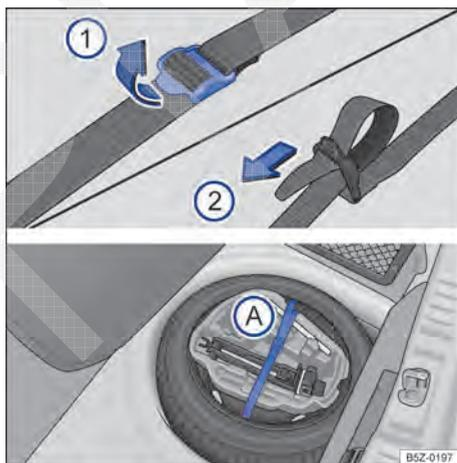

Fig. 131 No compartimento de bagagem: cinta de fixação da caixa de ferramentas e caixa de ferramentas de bordo.
- Para soltar a cinta de fixação → Fig. 131 (A), puxar a fivela no sentido da seta ①.